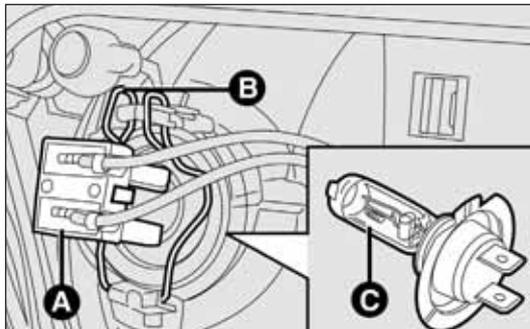

Abb. 179
- den elektrischen Steckverbinder A – Abb. 179 abziehen;
- die Haltefeder der Lampe B – Abb. 179 aushängen;
- die Lampe C – Abb. 179 herausziehen und ersetzen;